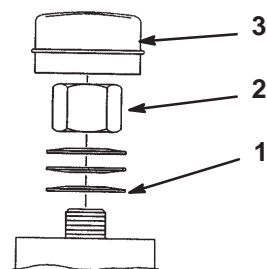

Figure 48
2. Retirez le capuchon anti-poussière de la roue et serrez le contre-écrou (Fig. 48).
3. Continuez de le serrer jusqu'à ce que les rondelles élastiques soient aplaties, puis desserrez-le de 1/4 de tour pour obtenir la précharge correcte des roulements (Fig. 48).
Important Veillez à installer les rondelles comme illustré à la Figure 48.